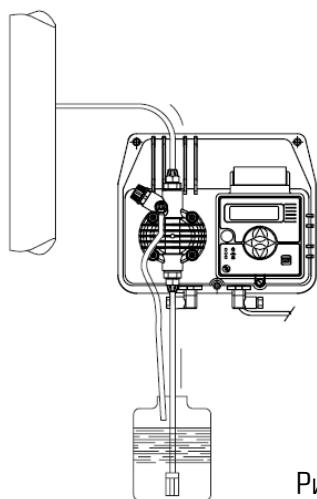
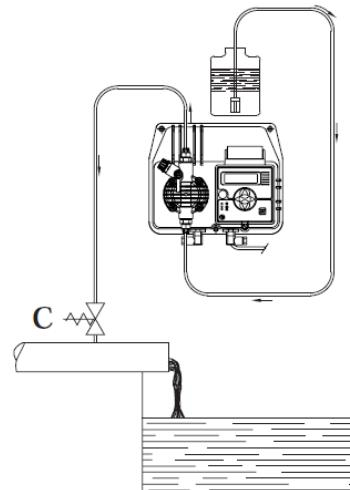

Рис. 5
Рис. 6
- c.** – Расположите насос, как показано на рис. 5, учитывая, что его можно устанавливать, как выше, так и ниже уровня дозируемой жидкости, при этом перепад уровней не должен превышать 2-х метров. Если система работает при атмосферном давлении (без обратного), а емкость с реагентами расположена выше насоса (рис. 6) необходимо часто проверять состояние клапана впрыска, т.к. его износ может вызвать попадание реагента в систему даже при выключенном насосе. Если данная проблема появляется, Вам необходимо установить антисифонный клапан **C** между точкой выброса и клапаном. Не устанавливайте насос над емкостью с химическими препаратами, выделяющими большое количество паров, за исключением случаев, когда емкость герметично закупорена.